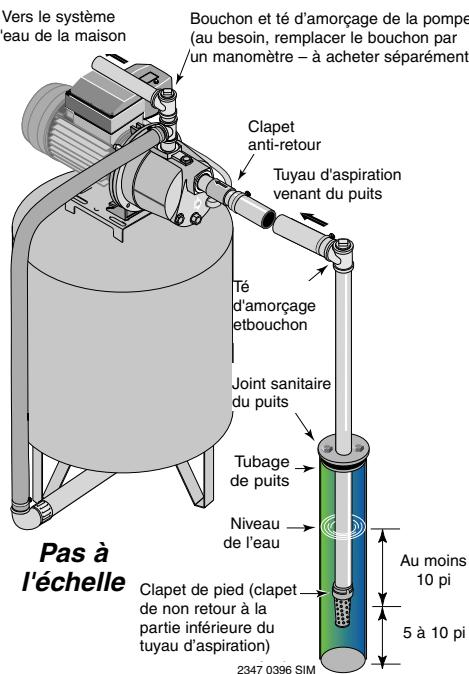

Figure 2 : Installation dans un puits à tubage
INSTALLATION SUR UN PUITS À TUBAGE DE 2 POUCES DE DIAMÈTRE OU PLUS GRAND (VOIR LA FIGURE 2)
- Brancher le clapet de pied, la crêpine et le tuyau du puits (voir la Figure 2). S'assurer que le clapet de pied fonctionne librement.
- Poser le té d'amorçage, le bouchon d'amorçage et le tuyau d'aspiration sur la pompe (voir la Figure 2). Brancher le tuyau provenant du puits sur l'orifice d'aspiration de la pompe en utilisant le moins possible de raccords - en particulier des coudes - étant donné que les raccords augmentent le frottement de l'eau dans les tuyaux (il faut toutefois ajouter un clapet de pied - voir la Figure 2). Le diamètre du tuyau d'aspiration doit être au moins aussi grand que le diamètre de l'orifice d'aspiration de la pompe. Utiliser du ruban téflon ou de la pâte pour raccords filetés à base de téflon sur les raccords filetés. Supporter le tuyau de façon qu'il ne soit pas cintré afin qu'il n'exerce pas de contraintes sur le corps de la pompe; de plus, il doit être légèrement incliné vers le haut, du puits jusqu'à la pompe (les points hauts risquent de causer des poches et des bouchons d'air dans la pompe). Rendre étanches les raccords du tuyau d'aspiration avec du ruban téflon ou une pâte pour raccords filetés à base de téflon. Les raccords doivent être étanches à l'air et à l'eau. *Si le tuyau d'aspiration aspire de l'air, la pompe ne pompera pas l'eau du puits.*